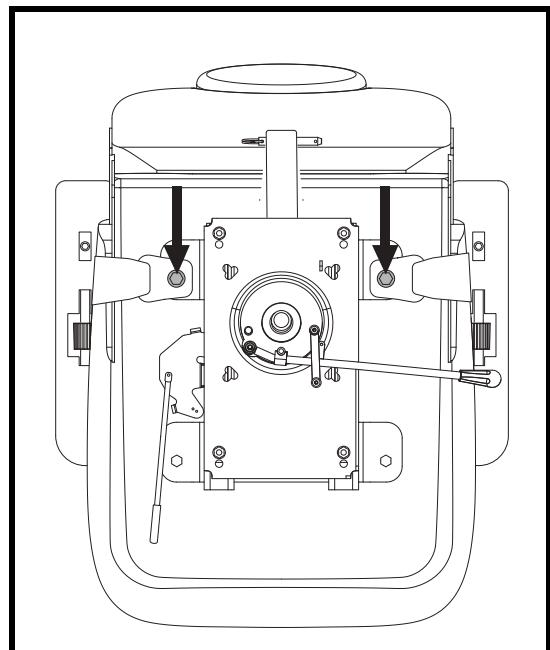

Abb. 18. Befestigungsschrauben des Rückhaltegurts
2. Sitz umdrehen, um die Unterseite einzusehen. Siehe Abb. 18.